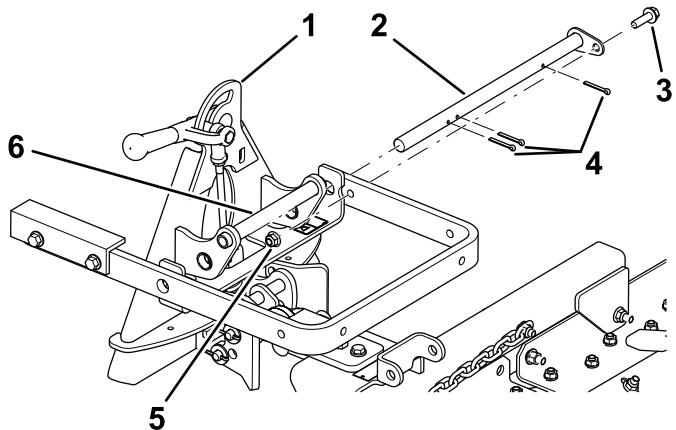

Figure 5
3. Alignez le bras de levage sur le support de l'adaptateur d'accessoire (Figure 4) et accoupez-les avec la barre d'articulation comme illustré à la Figure 5.
4. Fixez la barre d'articulation (Figure 5) avec 3 goupilles fendues et un boulon ($\frac{3}{8}$ " x $1\frac{1}{4}$ ") et un contre-écrou ($\frac{3}{8}$ ").